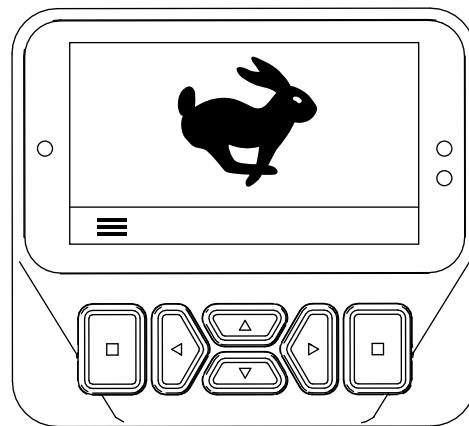

Figura 77
**Nota:** O InfoCenter exibe o ícone TRANSPORT (Figura 77).